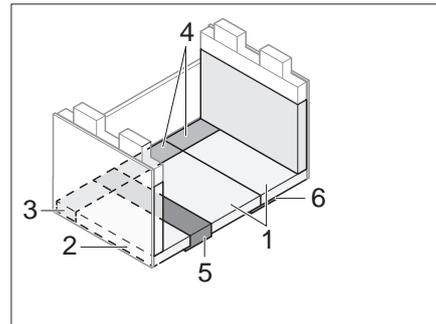

Bild 167 Nach dem Umbau
- Sitz-, Rücken- und Zusatzpolster wie in Bild 167 gezeigt auflegen.
- ▷ Um einen höheren Liegekomfort zu erreichen, kann die Polster-Beilage aus dem Rückenpolster (Bild 167,2) entfernt werden.